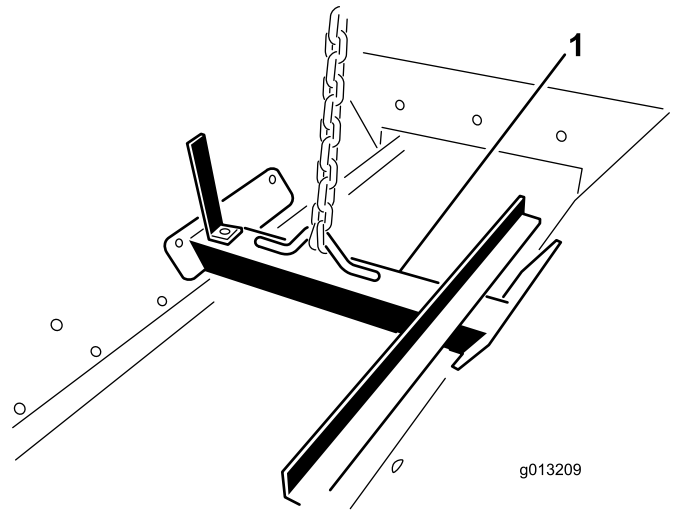

図 15
1. ホッパーアセンブリの内側に吊り上げ用のブラケットがついているので、これにホイストを接続する 図 15。